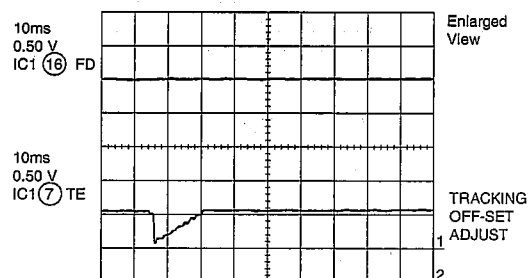

Figure 24-3
2. Tracking offset (Fig. 24-3)
2. Abtastabweichung (Abb. 24-3)
2. décalage d'alignement (Fig. 24-3)